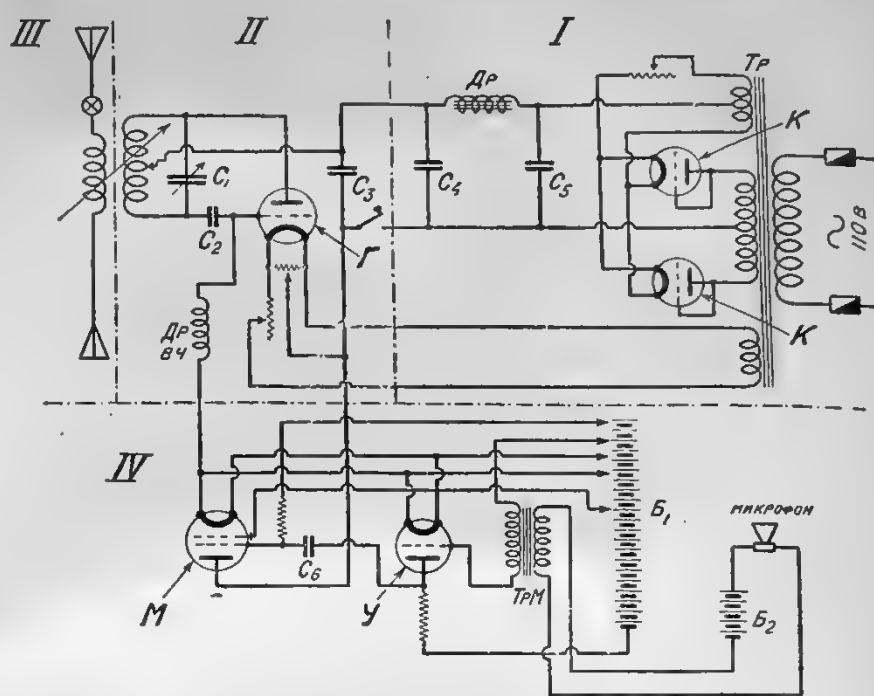
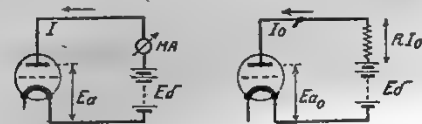

Рис. 1. Схема передатчика.
Рис. 3. Слева—схема для снятия статической, справа—то же для снятия динамической характеристики.
Генератор собран по видоизмененной трехточечной схеме (рис. 1, клетка II). Питание его анодной цепи производится через выпрямитель с фильтром (клетка I). При одной лампе УТ1 в генераторе (Г), поставлены для двухполупериодного выпрямления в качестве кенотронов (К и К) две лампы УТ1 с сетками, замкнутыми накоротко на анод. Накал кенотронов производится от специальной обмотки, намотанной на тот же трансформатор, от которого дается напряжение на аноды кенотронов. После выпрямления и сглаживания на анод генератора попадает около 240—310 вольт. В фильтре стоят один дроссель Др в 4500 витков и два конденсатора (C_4 и C_5) по две микрофарады. Накал генератора производится переменным током от специальной третьей обмотки того же трансформатора. Накал генератора шунтирован потенциометром. При таком устройстве фол переменного тока почти совсем незаметен.
ном анодном напряжении и напряжении накала. Подобные характеристики для одной из немецких ламп представлены кривыми на рис. 2. Эти характеристики, конечно, не тождественны с характеристикой рис. 1, а являются лишь некоторой аналогией. И по количеству входящих в них величин, и по их зависимости они значительно сложнее. Но все же, не входя в объяснение физических процессов, только имея эти характеристики, можно изучить ряд свойств электронной лампы. Так, например, сразу можно заметить, что силы анодных токов (I) при одинаковом напряжении на сетке e_g значительно разнятся друг от друга при различном анодном напряжении (E_a). Характеристики, представленные на рис. 2, носят название статических характеристик, они сняты при отсутствии нагрузок (напр., сопротивлений) в анодной цепи лампы, т.е. представляют собою показания миллиамперметра, включенного между анодом и плюсом анодной батареи при различном напряжении на сетке лампы, как это показано на рис. 3. (слева).
В действительной схеме усилителя низкой частоты «на сопротивлениях» в анодную цепь включается еще омическое сопротивление (см. рис. 3 справа).